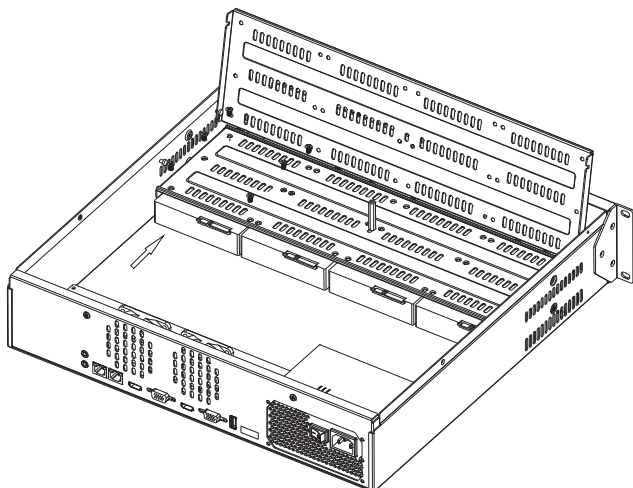
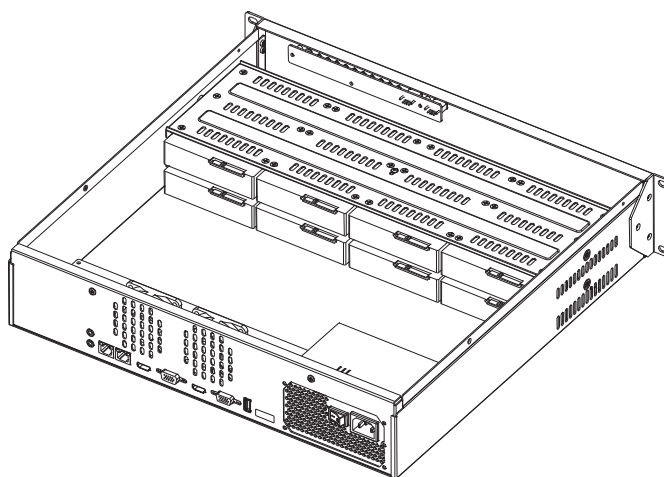

Рисунок 7
Рисунок 8
2) Поместите HDD под нижний кронштейн и закрепите, используя винты (рисунок 7). Опустите верхний кронштейн и прикрутите его в трёх местах. Поместите HDD под верхний кронштейн и закрепите, используя винты (Рисунок 8). Подключите кабель питания и передачи данных к HDD. Установите верхнюю крышку корпуса и прикрутите её винтами.